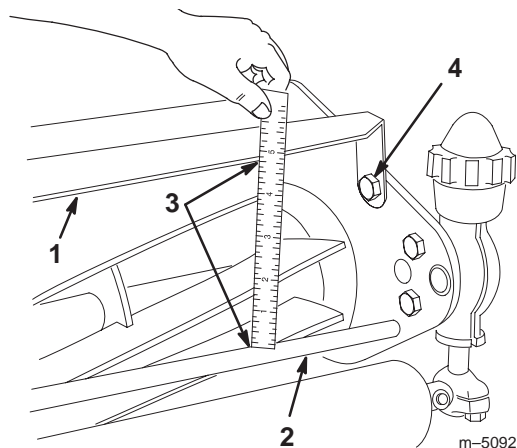

Figure 5
- Réglez le plateau de coupe à la position de coupe normale et mesurez la distance entre le haut de la barre transversale avant et le déflecteur à chaque extrémité du plateau de coupe (Fig. 5).
- Pour des conditions de coupe normales, la hauteur du déflecteur par rapport à la barre transversale doit être de 12,1 cm. Desserrez les vis et les écrous de fixation du déflecteur à chaque plaque latérale, réglez le déflecteur à la hauteur voulue et resserrez les fixations (Fig. 5).